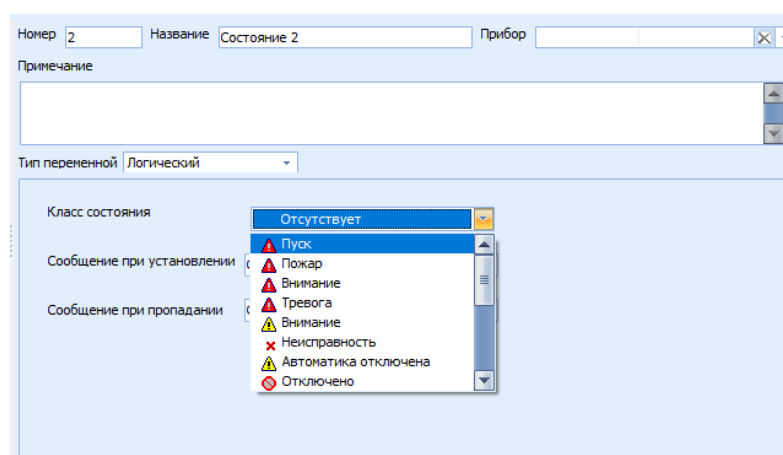

Рисунок 8.2 – Классы виртуальных состояний
- выбрать из раскрывающегося списка Класс состояния и Прибор, к которому относится добавленное виртуальное состояние (рисунок 8.2). Классы состояний пока носят информативный характер и не используются в приборе. Классы состояний описаны в таблице 18.1.